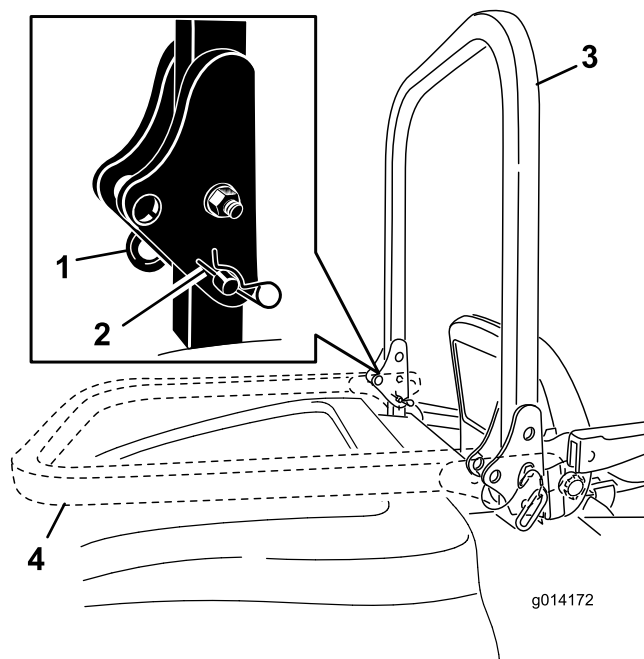

Figura 8
1. Per abbassare il roll bar, togliete le coppiglie, spingete in avanti il roll bar contro le molle e togliete le due spine (Figura 8).
2. Abbassate il roll bar (Figura 8).
3. Montate le due spine e fissatele con le spine delle coppiglie (Figura 8).
4. Per alzare il roll bar togliete le spine delle coppiglie e le due spine (Figura 8).
5. Alzate completamente il roll bar e montate le due spine, quindi fissatele con le coppiglie (Figura 8).